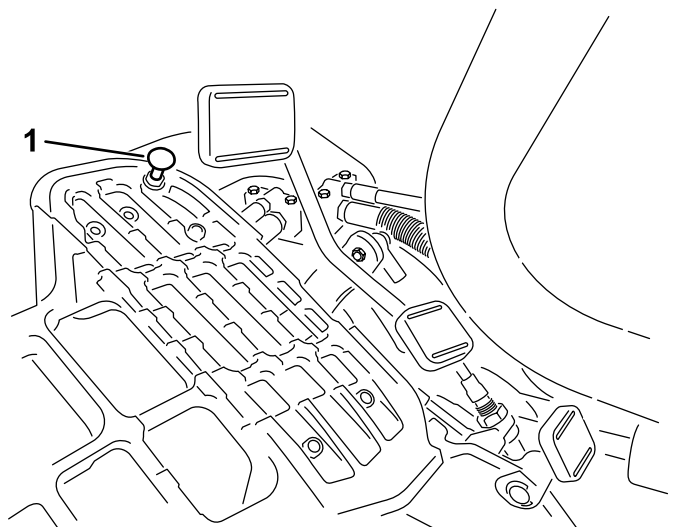

Figura 39
contact cu opritorul (Figura 39) înainte de a simți tensionare în cablu, efectuați următoarea procedură de reglare:
1. Deplasai maneta de control al funcționării în poziția TRANSPORT și slăbiți contrapiulița care fixează opritorul pedalei la placa de podea (Figura 39).